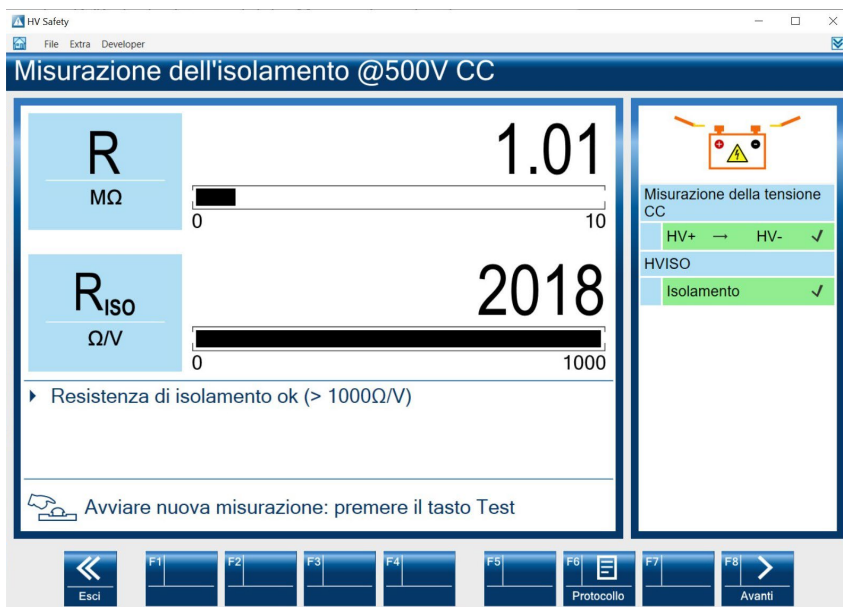

Fig. 3-5
9. Viene rappresentato il risultato di misurazione, vedere Fig. 3-5.